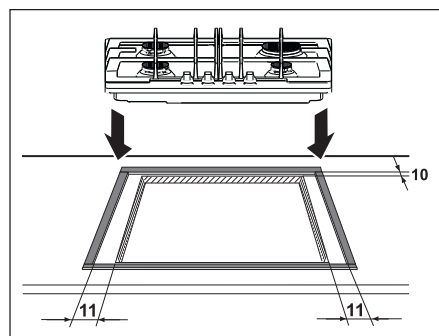

Fig. 8
- placez les joints fournis sur les bords de la découpe: positionnez-les exactement sur les bords avant, à 11 mm des bords latéraux et à 10 mm de bord arrière en veillant à ce que les extrémités des joints se joignent parfaitement, sans se chevaucher (Fig. 8);